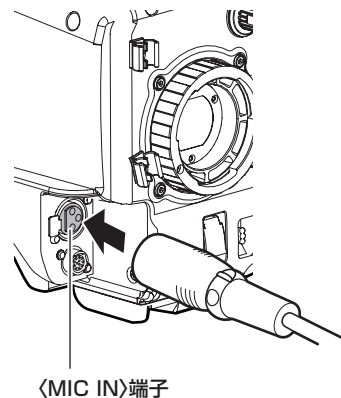

図 3
- 3 マイクの接続ケーブルを本機の〈MIC IN〉端子に接続する。(図 3)